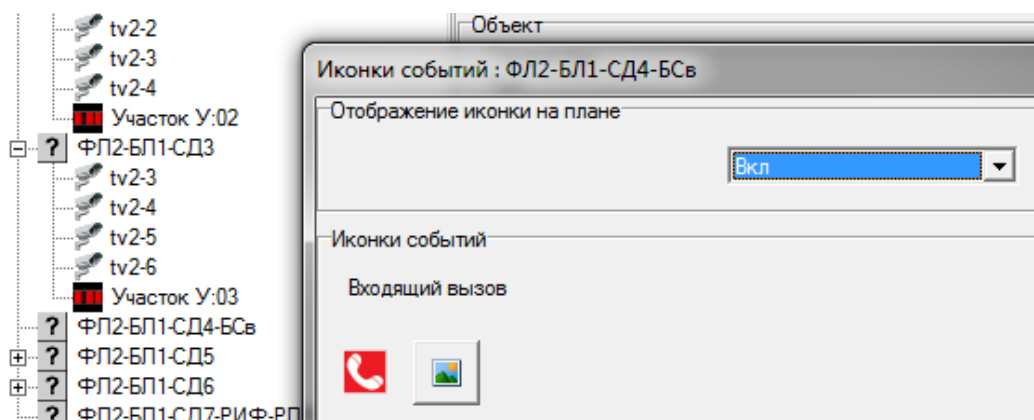

Рисунок 39.
- В окне «Иконки для объекта...», изменить иконку для события «Принят входящий вызов» (см. рисунок 39).